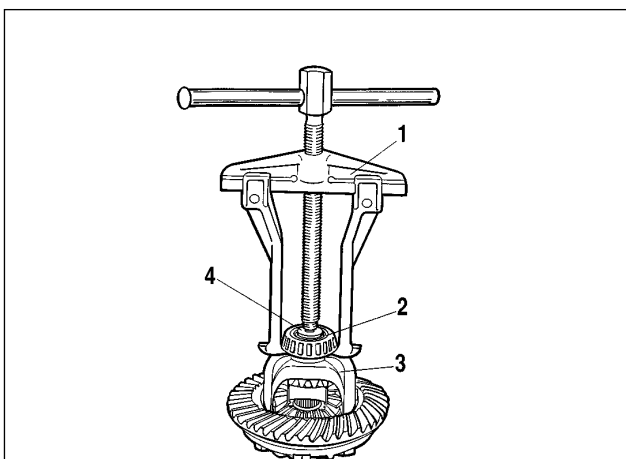

Bild 3-68. Ausbau des Innenrings des hinteren Lagers von Differentialgehäuse mit Universal-Abziehvorrchtung A.40005/1/6:
- Die Innenringe 2 (Bild 3-68) der Rollenlager des Differentialgehäuses 3 abziehen, dazu die Universal-Abziehvorrichtung A.40005/1/6 und den Anschlag A.45028 benutzen,